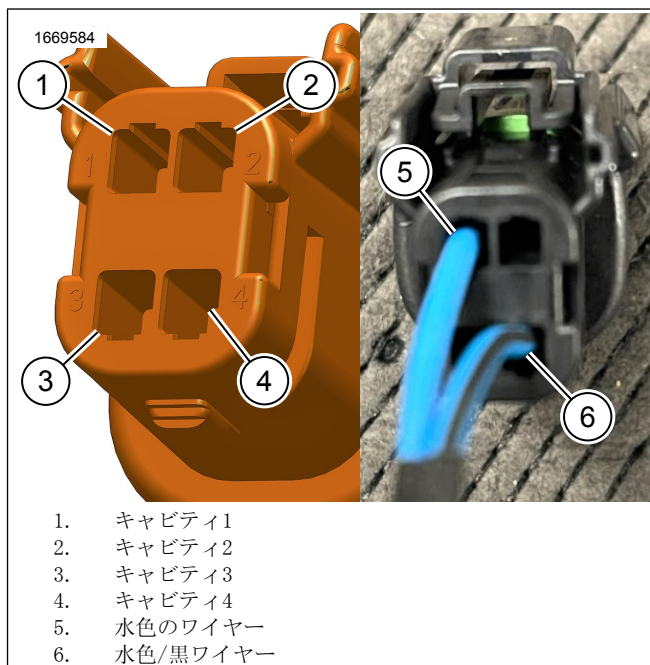

図22。ハーネス 69203031の再配線
1. 図22を参照してください。コネクタからターミナルを取り外すには、特殊工具を使用してください。